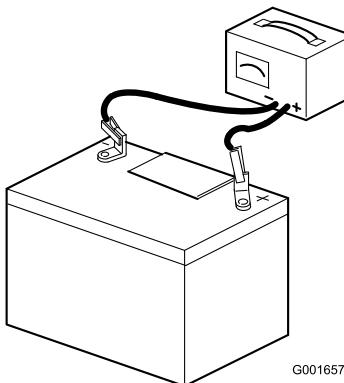

Figura 39
2. Conecte un cargador de batería de 3 a 4 amperios a los bornes de la batería (Figura 39). Cargue la batería a un ritmo de 3 a 4 amperios durante 4-8 horas.